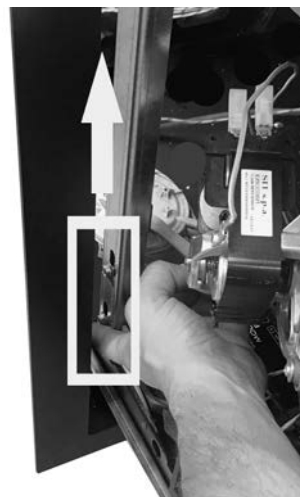

Fig. 29 - Elevar la placa de bloqueo
- Elevar la placa de seguridad que bloquea la guía abierta hacia arriba (véase **Fig. 29**).